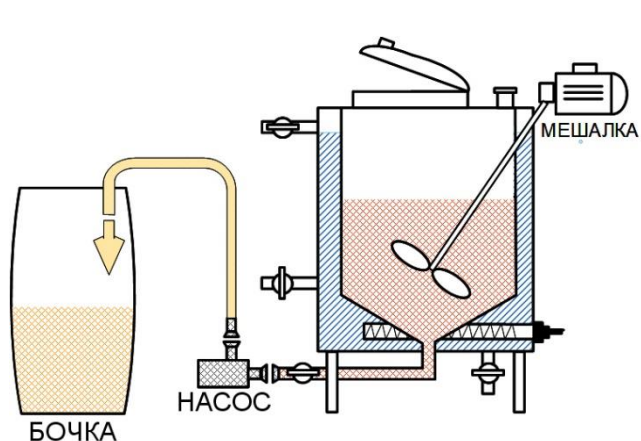

Рис.7. Сливаем сусло. Пункт 5.12.
5.12. Слить из ПВК, в подготовленную тару, сусло в объеме равном количеству солода умноженное на 2. (25 x 2 = 50 литров). Рис. 7.